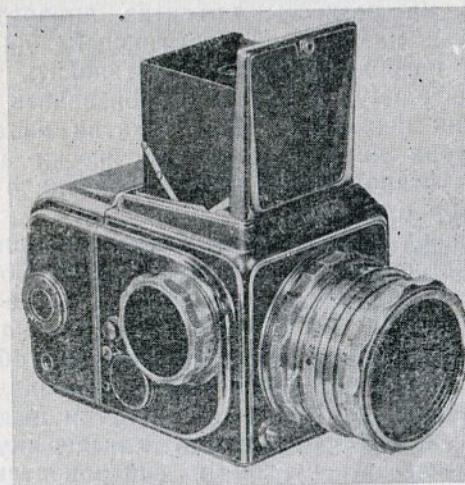

Рис. 8. Аппарат Салют
*Аппарат Салют* (рис. 8) — однообъективный зеркальный аппарат жесткой конструкции со сменными приставными кассетами особой конструкции. Формат кадра  $5,5 \times 5,5$  см.